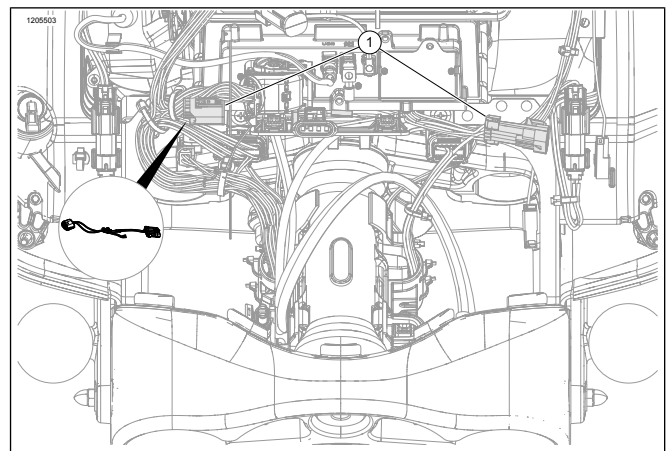

Figure 3. Dépose de l'adaptateur du faisceau halogène à double ampoule
3. Voir la figure 3. Le cas échéant, déposer le fil de connexion volante halogène à double ampoule du phare.